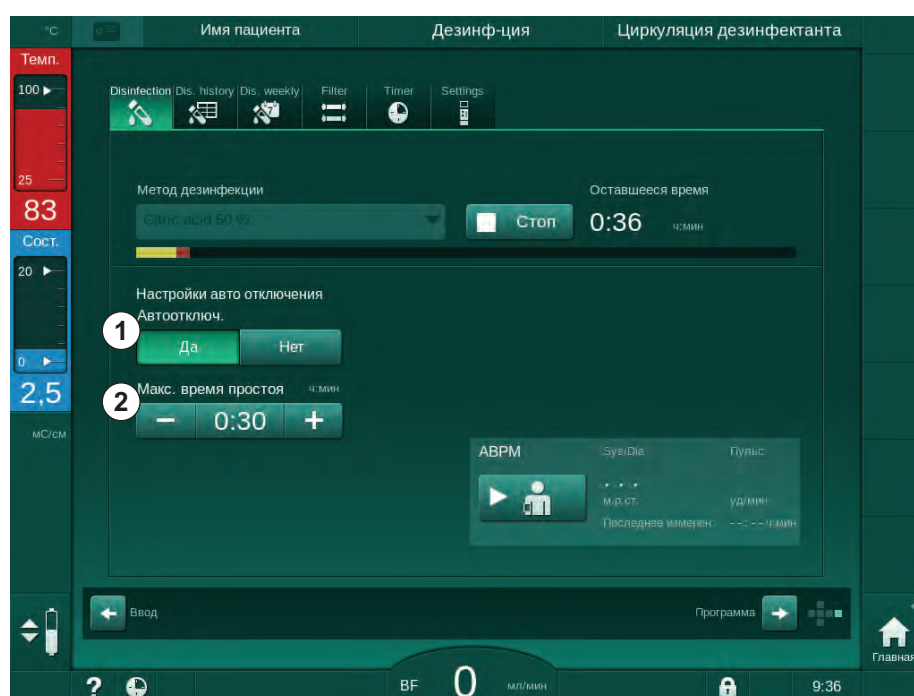

Рис. 7-16 Выполняется дезинфекция - активировано *Автоматическое выключение*
После выбора экрана дезинфекции отображаются предварительные настройки для функции *Автоматическое выключение* (*Да* или *Нет*, а также максимальное время режима ожидания, если выбрано *Да*). Настройки этой функции можно изменить в любое время до или после начала дезинфекции путем нажатия на *Автоматическое выключение, Да* или *Нет* (Рис. 7-16, ①).